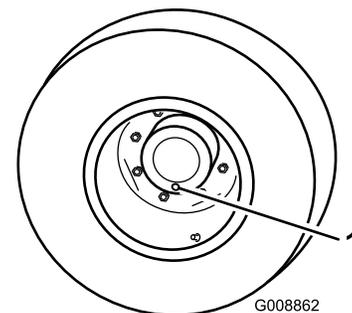

Bild 43
1. Stellen Sie auf einer ebenen Fläche ab und positionieren Sie das Rad so, dass sich eine der Prüfschrauben in der untersten Stellung (6 Uhr) befindet (Bild 43).